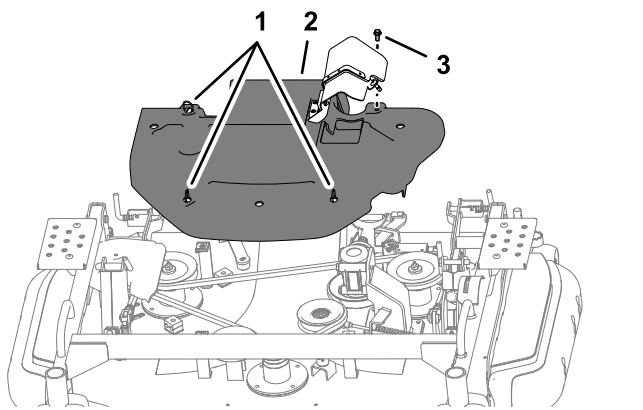

Figura 116
1. Ruotate i 3 fissaggi a un quarto di giro in senso antiorario (Figura 116).
2. Allentate questa vite (Figura 116).
1. Allineate i fissaggi a un quarto di giro del copricinghia con i dadi in gabbia del piatto di taglio; fate riferimento alla Figura 116 in Rimozione del copricinghia \(pagina 80\).
3. Inserite il bullone nel copricinghia sul dado in gabbia del piatto di taglio; fate riferimento alla Figura 116 in Rimozione del copricinghia \(pagina 80\).